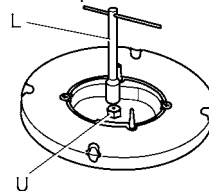

Fig. 8
- Con una llave de tubo L destornille la boquilla U (fig. 8) y sustitúyala con la correspondiente.